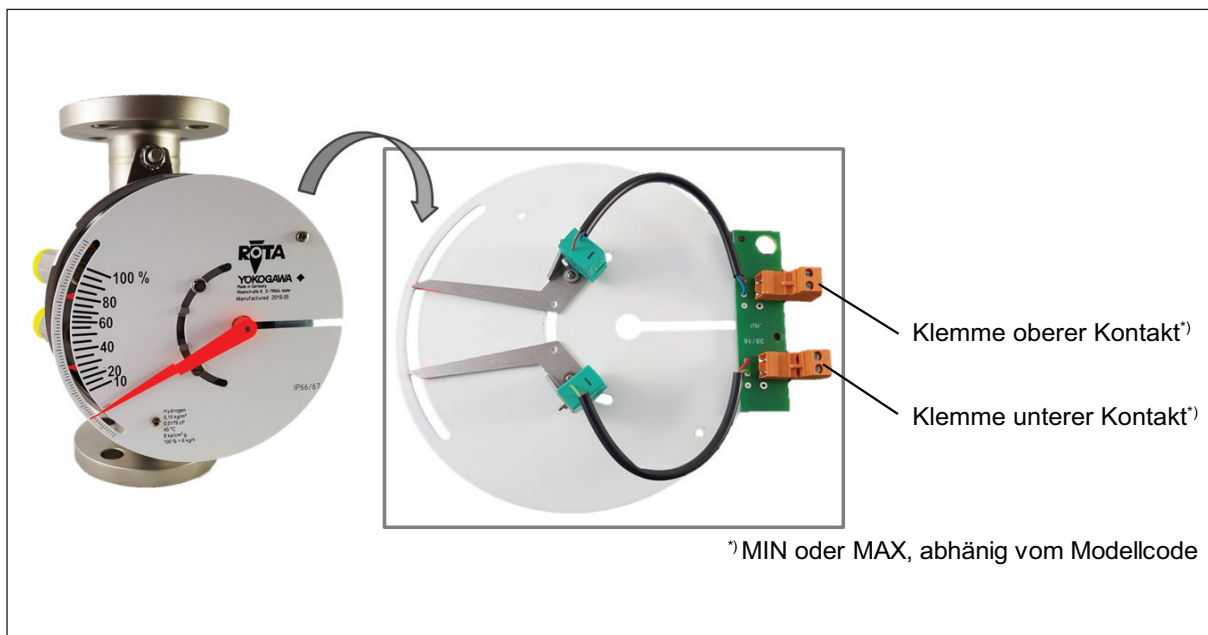
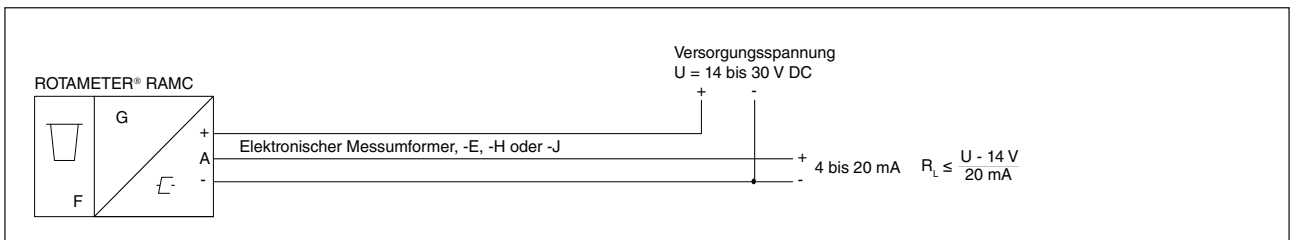

Abb. 3.3 RAMC mit 2 Grenzwertschalter
Abb. 3-7 RAMC 3-Leiter Gerät
- Für Einheiten mit einer Nennspannung von 115 V oder 230 V ist die entsprechend gekennzeichnete Klemme (PE) an die Schutzterde anzuschließen, siehe Abb. 3.3 und Abb. 3.7.